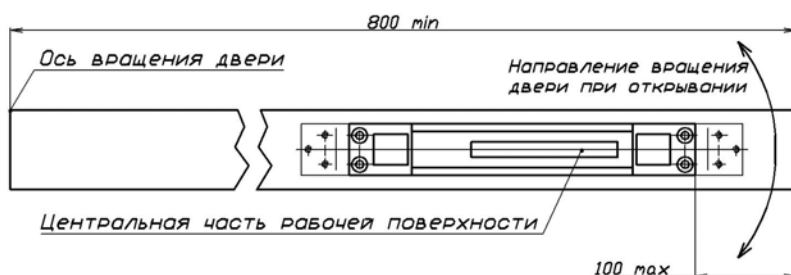

Рис. 6
- 6.2 Корпусная часть замка и центральная часть рабочей поверхности корпусной части должны занимать в дверной коробке следующее положение относительно оси вращения двери (рис. 6):